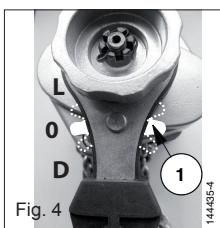

Fig. 4
2. Posizionare la levetta del selettori (contr. 1 fig. 4) di movimento in posizione neutro "0".
4. Se il volante è bloccato, posizionare il selettori sul la posizione "D" (fig. 4) e tirare manualmente verso il basso il filo di catena dotato del gancio. Riposizionare il selettori sulla posizione "0" e tirare sulla catena, in tal modo, liberata per mezzo dell'arresto di fine di corsa bassa.